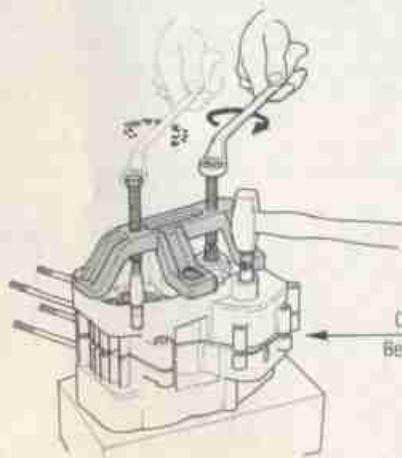

FIG. 21 Apertura semicarteri
- 21) **SEPARARE** i 2 semicarteri applicando l'apposito estrattore (cod. 05.0085.0) al semicarter lato volano. Agire alternativamente sulle due viti di estrazione e nello stesso tempo battere con un martello di legno-cuoio o plastica sull'albero selettore, permettendo così il distacco graduale e parallelo dei due semicarteri (fig. 21). Rimuovere quindi la guarnizione centrale.